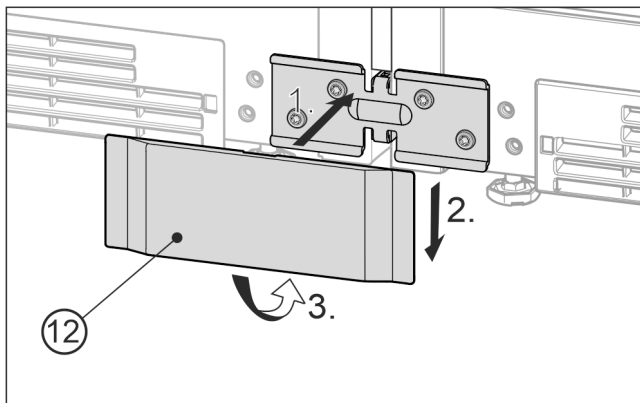

Fig. 25 Reprezentare exemplificativă
- Aplicați din față capacul Fig. 25 (12) inferior peste vinclu Fig. 25 (1), împingeți-o în jos Fig. 25 (2) și fixați-o în poziție în partea inferioară Fig. 25 (3).